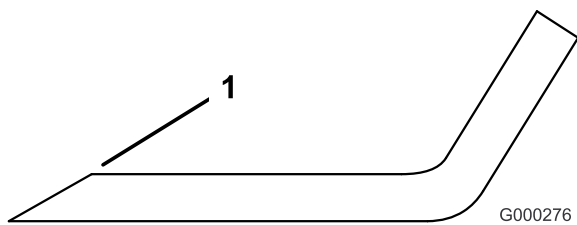

Figura 78
1. Utilice una lima para afilar el filo de corte en ambos extremos de la cuchilla (Figura 78). Mantenga el ángulo original. La cuchilla permanece equilibrada si se retira la misma cantidad de material de ambos bordes de corte.